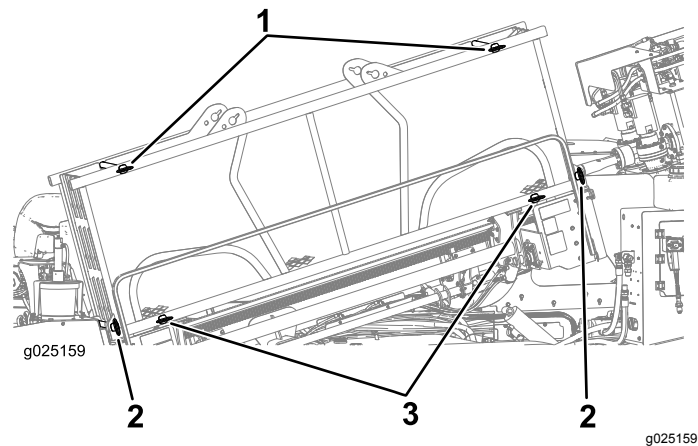

Figura 38
2. Assegure-se de que os pinos superiores e inferiores, dianteiros e traseiros do porta-hastes estejam devidamente instalados (Figura 38).